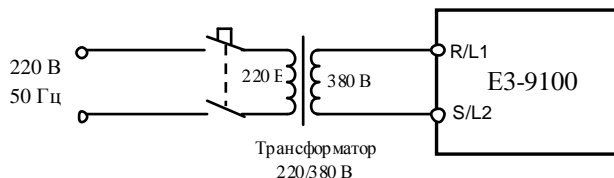

Рис. 4.11. Подключение ПЧ к сети через трансформатор
- 4.8.1. Подключить преобразователь к электросети 3Ф ~380 В (или к сети 1Ф ~220 В через трансформатор 220/380 В, как показано на рис. 4.11).
- 4.10.1. Подключить 3 лампочки (220 В, 40-100 Вт), соединённые по схеме «Звезда» к выходным клеммам U/T1, V/T2, W/T3 преобразователя частоты. Подать питание ~380В (или ~220 В на трансформатор, см. рис. 4.11).